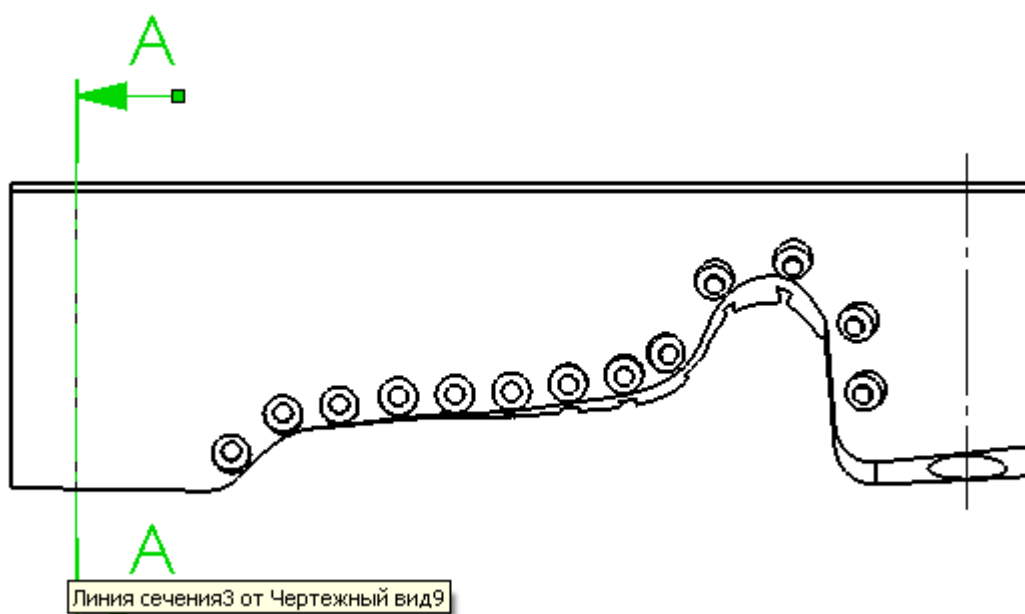

Рис. 7
- Подведите курсор к линии сечения. В тот момент, когда его изображение изменится на обозначение линии сечения и высветится подсказка **Линия сечения3 от Чертежный вид2** нажмите правую кнопку мыши и из контекстного меню выберите команду **Редактировать эскиз** (рис. 7);